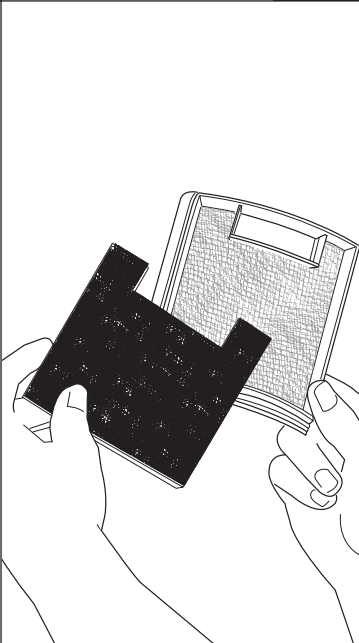

FIG. 16
Step 3: Remove foam from filter frame (FIG. 16). Shake filter frame and foam filter to remove excess dust. If necessary, the filter frame and foam filter can be rinsed in luke warm water and air dried.
Étape 3 : Retirez la mousse du cadre du filtre (FIG. 16). Secouez le cadre du filtre et la mousse pour enlever l'excès de poussière. Si nécessaire, le cadre du filtre et la mousse peuvent être rincés à l'eau tiède et séchés à l'air.
Paso 3: Quite el filtro de espuma (goma espuma) del armazón del filtro (FIG. 16). Sacuda el armazón del filtro y el filtro de espuma para quitar el exceso de polvo. De ser necesario, el armazón del filtro y el filtro de espuma pueden ser enjuagados en agua tibia y secados al natural.